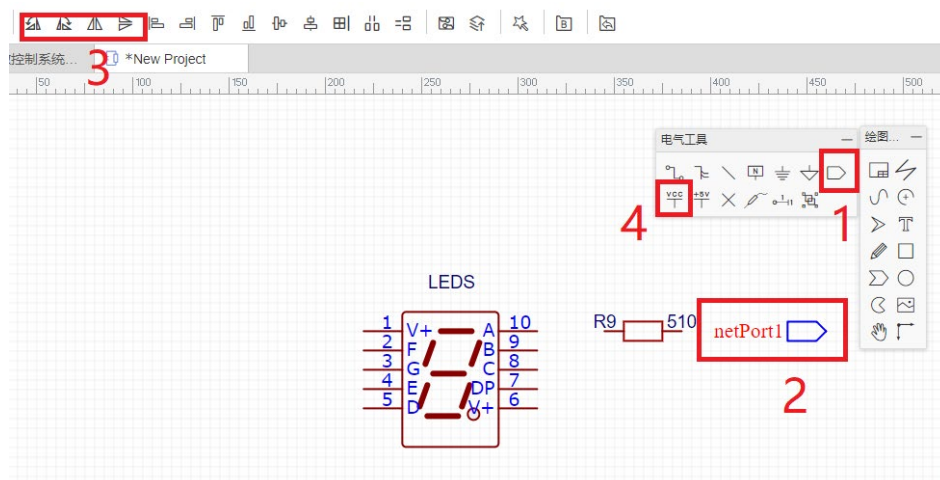
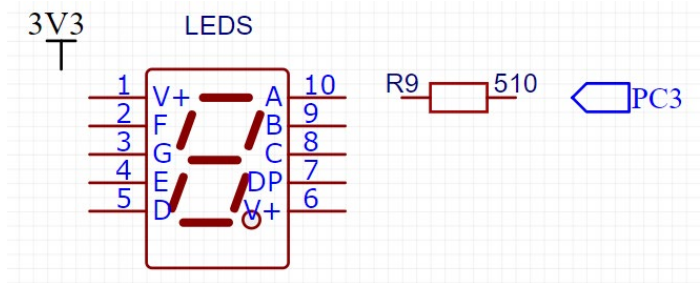

图 8
图 9
在软件右上侧特殊符号中选择“网络端口” (1)，点击放置 (2) 后，通过旋转 (3) 调整输入端子连接端的位置，修改输入端子名称为 PC3，如图 8 所示；点击、放置 VCC 电源端子并修改为 3V3，如图 9 所示。